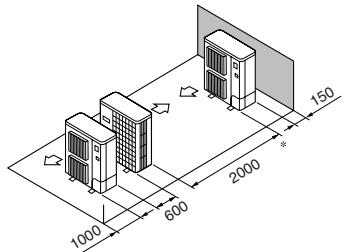

Fig. 2-12
⑤ Απλή παράλληλη διάταξη μονάδων (Fig. 2-12)